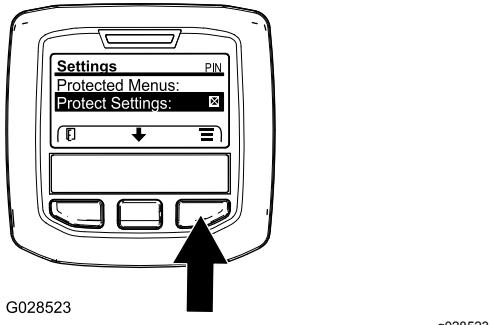

Figure 43
1. Accédez au menu protégé et déverrouillez le sous-menu des réglages protégés (Figure 43) ; voir Accès aux menus protégés \(page 26\).